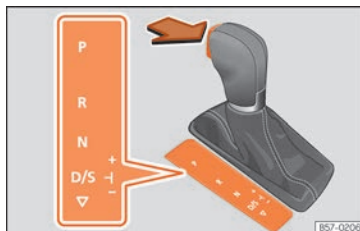

Fig. 220 Verrouillage du levier sélecteur.
- Appuyez sur la pédale de frein et maintenez simultanément la touche de verrouillage enfoncée indiquée par la flèche » fig. 220.